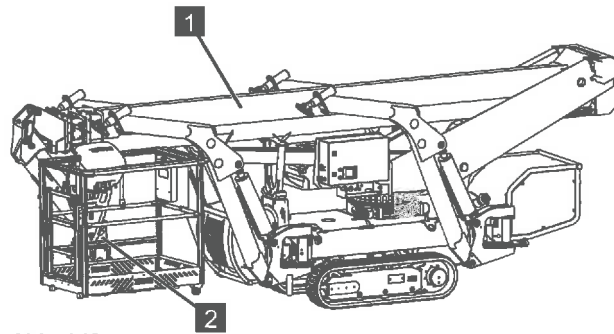

Abb. 142
- Teleskoparm (Abb.142/1) befindet sich in der Transportauflage.
- Arbeitskorb (Abb.142/2) befindet sich in Transportstellung.